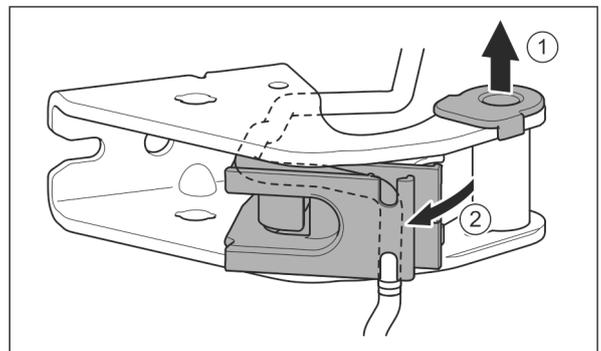

Fig. 24
- ▶ Estrarre la boccola del supporto dalla guida. Fig. 24 (1)
- ▶ Ruotare verso l'esterno il supporto cavi. Fig. 24 (2)